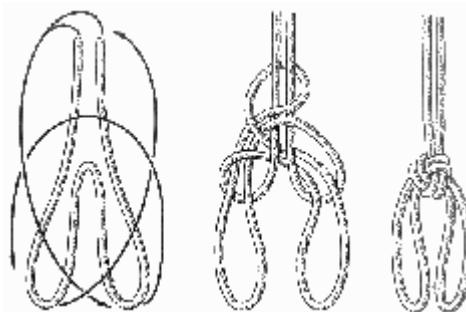

Рис. 139. Тройной плетеный узел
**Тройной плетеный узел** (рис. 139). По вязке относится к самым простым узлам, но требует большого внимания. Он лучше смотрится, если завязан на толстом плотном шнуре. Может быть использован для укорачивания шнурков гардин, штор и занавесей.